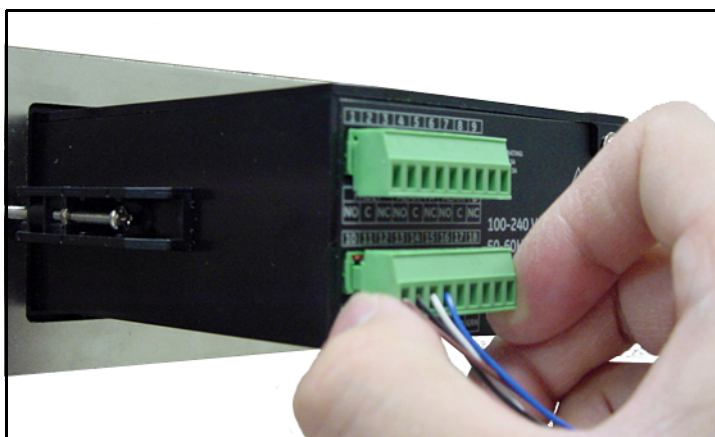

Figura 29: Reinsérer o conector no bloco terminal
4. Reinsira o conector do bloco terminal inferior na parte posterior do **dew.IQ** (veja *Figura 29* abaixo).